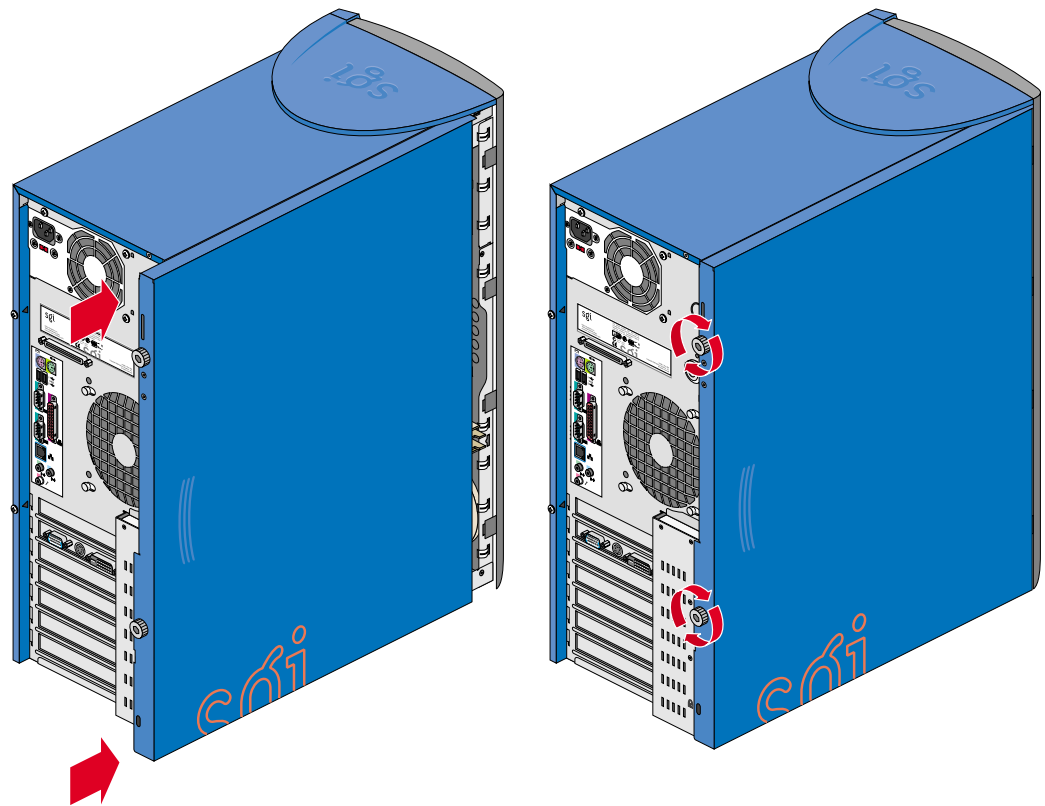

Abbildung 2-32 Vorschub der Seitenabdeckung
- Schieben Sie die Seitenabdeckung in Richtung auf die Vorderseite des Gehäuses, bis sie richtig sitzt. Abbildung 2-32 veranschaulicht das Vorgehen.